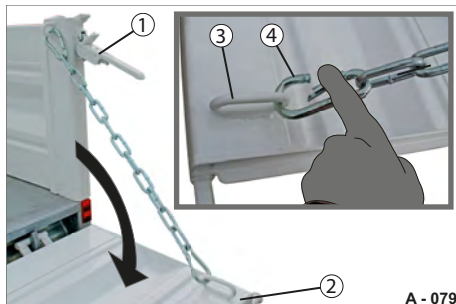

Abb. 80 Heck-Bordwand geöffnet
- ▶ Entriegeln Sie die Verschlüsse der (Abb. 80/1) Heck-Bordwand (Abb. 80/2).
- ▶ Halten Sie die Heck-Bordwand fest und führen Sie die Karabiner-Haken (Abb. 80/4) in die Ösen (Abb. 80/3) ein.